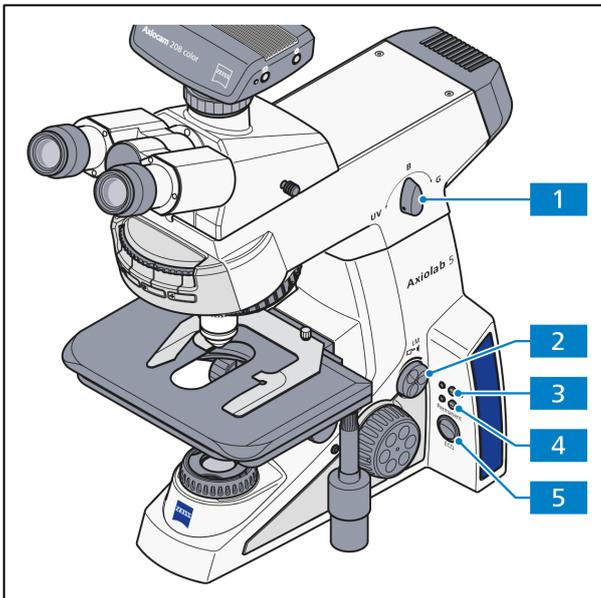

Abb. 3-33 Regler für Lichtintensität/LM und Beleuchtungsmodi
- Ggf. Auflicht- oder Durchlichtbeleuchtung durch Drücken der **TL-** (Abb. 3-33/4) bzw. **RL-**Taste (Abb. 3-33/3) auswählen.
- Bildhelligkeit mit dem Regler für **Lichtintensität/LM** (Abb. 3-33/2) am Mikroskopstativ einstellen. Dazu mit den Fingerkuppen in die Griffmulden des Drehknopfes greifen und den Drehknopf auf die gewünschte Position drehen.
- **Permanent-** oder **ECO-**Modus (Abb. 3-33/5) zur Benutzung der Mikroskopbeleuchtung auswählen.
- Gewünschte LED für Fluoreszenzanwendung mit Hilfe des LED-Auswahlknopfs (Abb. 3-33/1) auswählen.